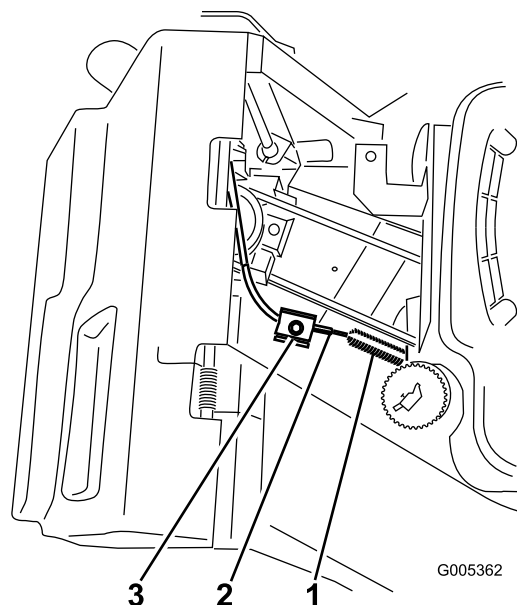

Figura 32
5. Allentate la vite del morsetto finché la guaina del cavo del freno non scorre (Figura 32).
Nota: Il paracinghia inferiore è stato rimosso in Figura 32 per una visuale migliore. Non è necessario rimuovere il paracinghia inferiore per eseguire questa procedura.